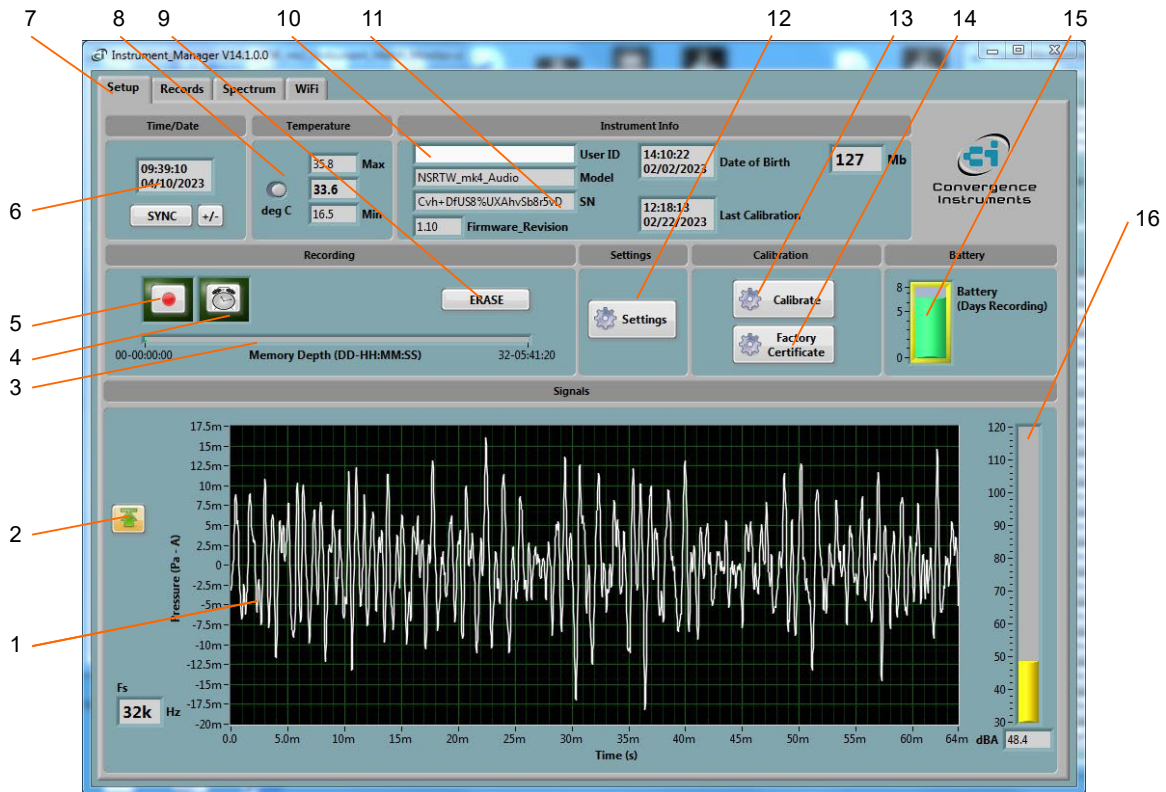

Figure 2 Onglet Setup
4. Le panneau avant décrit à la Figure 2 s'affiche et l'application tente de se connecter à l'instrument. Si elle ne parvient pas à trouver l'instrument, elle indique *No Instrument Found*. Si c'est le cas, voir la section Dépannage.
- **L'onglet Setup :** Permet de configurer l'instrument et de surveiller le signal en temps réel (voir Figure 2).
L'onglet Setup est présenté à la Figure 2. Il est divisé en huit champs.